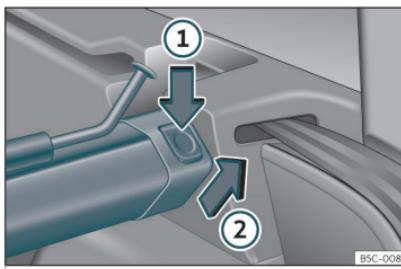

Fig. 132 En el maletero: desmontar la red de separación.
- Presione la tecla de desbloqueo izquierda o derecha » fig. 132 en el sentido de la flecha ①.
- Extraiga la carcasa del soporte en el sentido de la flecha » fig. 132 ②.
- Presione la carcasa en los soportes izquierdo y derecho en el sentido contrario al de la flecha **» fig. 132 ②** hasta que encastre.